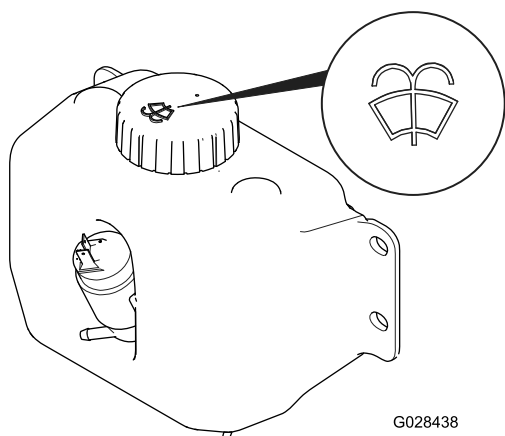

Figura 53
2. Abra o capot e localize o depósito de líquido de lavagem (Figura 53).